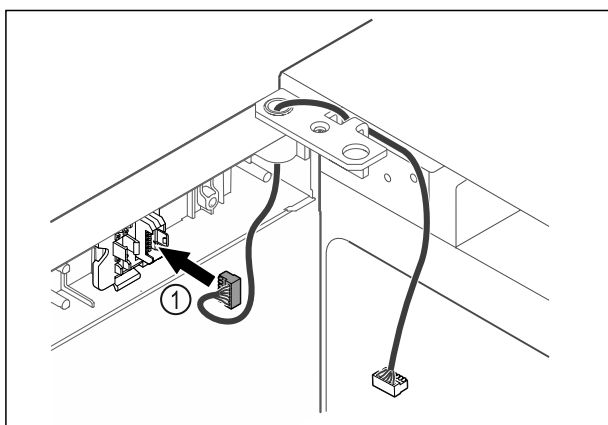

Fig. 45
- Aseta pistoke Fig. 45 (1) pistokkeenpitimeen.